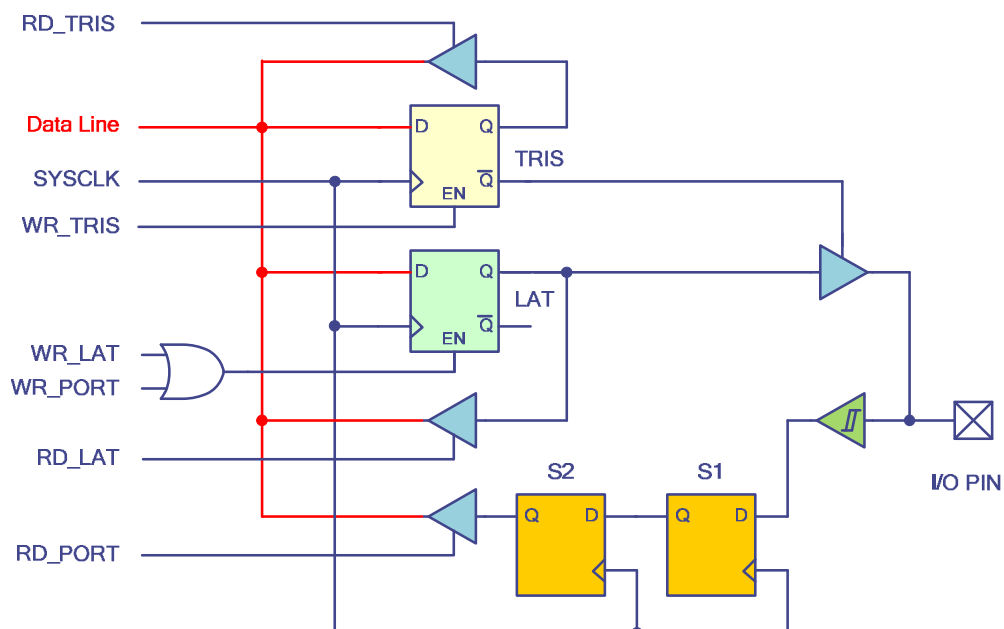

Figura 1. Diagrama de blocos simplificado de um porto de I/O no PIC32.
A Figura 1 apresenta o diagrama de blocos de um porto de I/O de 1 bit no PIC32. Nesse esquema, para além dos registos **TRIS** e **LAT**, destacam-se ainda os dois flip-flops S1 e S2 presentes no caminho do porto para efeitos de leitura. Esses *flip-flops*, em conjunto, formam um *shift register* de duas posições que visa a sincronização do sinal externo que se pretende ler, com o instante de leitura do CPU. Estes dois *flip-flops* impõem um atraso de, até, dois ciclos de relógio na propagação do sinal externo até ao barramento de dados do CPU ("data line").
- A escrita num porto configurado como entrada não tem qualquer consequência. O valor é escrito no *flip-flop* LAT associado ao porto mas não fica disponível no exterior uma vez que é barrado pela porta *tri-state* que se encontra na saída e que está em alta impedância (ver Figura 1).